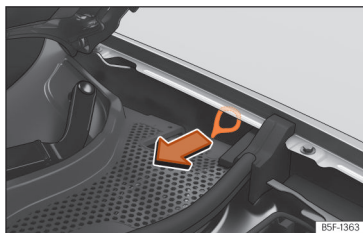

Fig. 62 Entre l'aleta esquerra i la frontissa del capó del motor: Tirador per al desbloqueig manual d'emergència del connector de càrrega.
El tirador per al desbloqueig manual d'emergència es troba a la banda esquerra del compartiment del motor, a sobre de la presa de càrrega »» fig. 62.
- Estireu el tirador »» fig. 62.